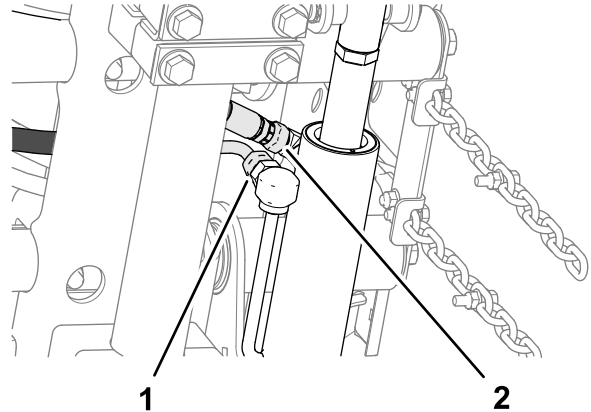

Bild 16
2. Legen Sie ein Distanzstück zwischen der Trägerplatte und der Montageplatte ein (Bild 16) und befestigen Sie die Platten und das Distanzstück lose mit einer Schlossschraube ($\frac{3}{8}$ " x $2\frac{1}{4}$ " und einer Sicherungsbundmutter ($\frac{3}{8}$ "